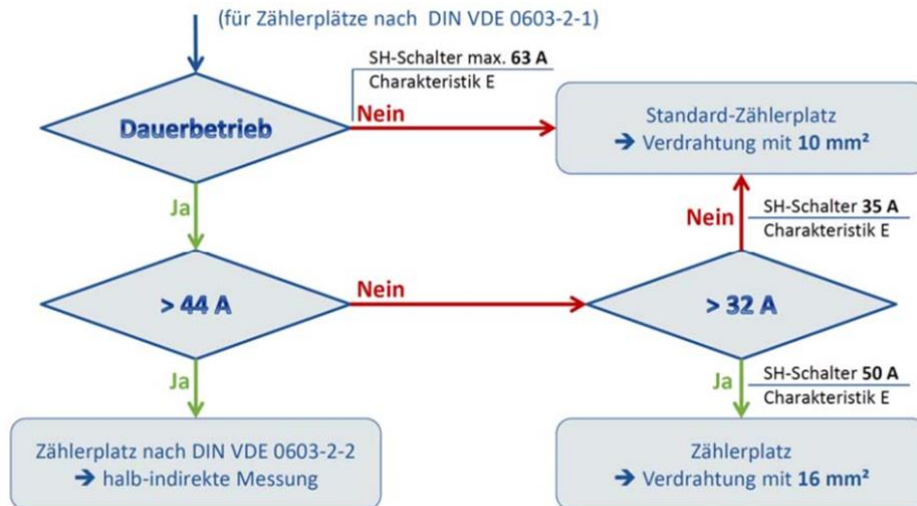

Abbildung 1: Darstellung der Belastungs- und Bestückungsvarianten von Zählerplätzen
In Angaben zur maximalen Strombelastung und Bemessungsstrom sind in Abbildung 1 der DIN VDE 0603-2-1 zu entnehmen. Die Belastung von Zählerplätzen unterscheidet sich zwischen Aussetz- und Dauerbetrieb.
- Aussetzbetrieb: < 63 A bei haushaltsüblichen Bezugsanlagen (s. Abb. 1).